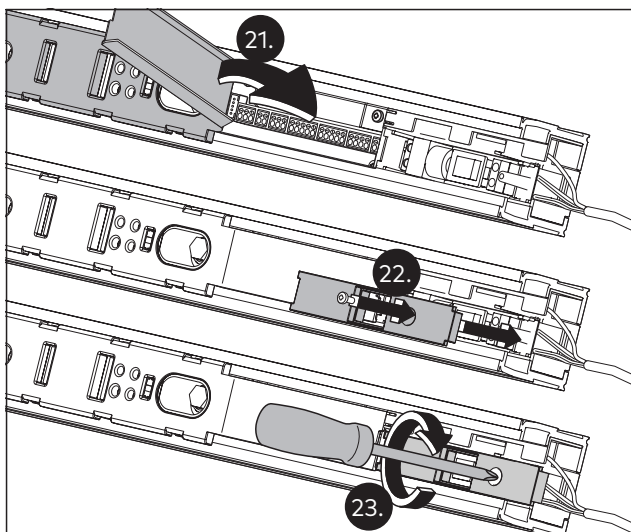

Abb. 26 Den Deckel schließen
21. An beiden Antrieben den Deckel des Steuerungsgehäuses schließen (Abb. 26).
22. Den Deckel des Netzanschlusses aufstecken (Abb. 26).
23. Den Deckel des Netzanschlusses festschrauben (Abb. 26).